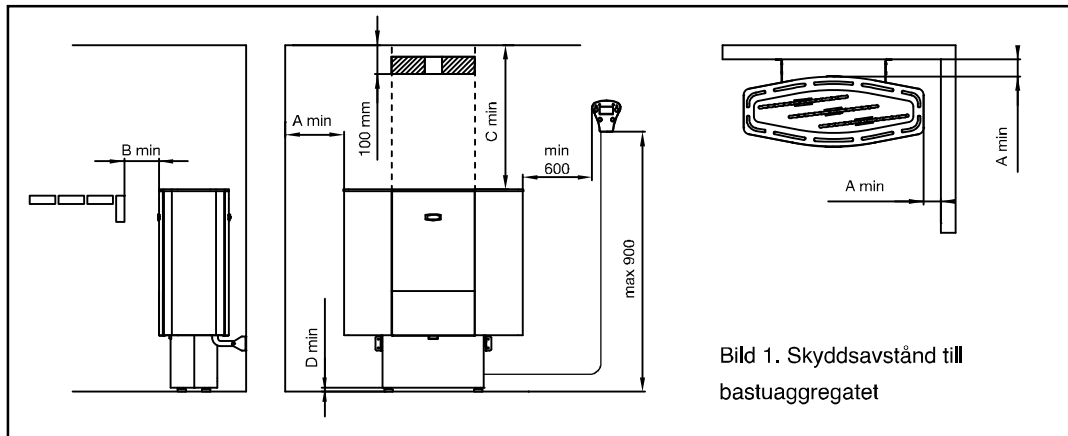

Bild 1. Skyddsavstånd till bastuaggregatet
- Installera givaren på det område som bild 1 visar, 100 mm från taket
- Styrenhetens installationshöjd i bastun är max. 90 cm och min. 60 cm vid bastuaggregatets sidor (Se bild 1).